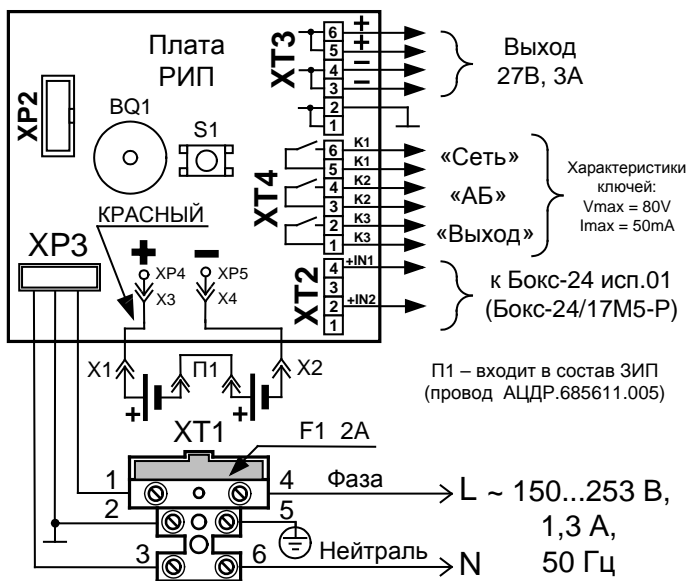

Рис. 2
ВНИМАНИЕ! При подключении внешнего питающего напряжения 220 В к сетевой колодке ХТ1 необходимо соблюдать правильность подключения проводов «фаза» и «нейтраль». Подключение производить в соответствии с Рис. 2. Схема подключения также расположена на внутренней стороне корпуса РИП.
3.2.4 Согласно схеме соединений (рис. 2):
б) изъять из колодки вставку F1 (2 А), подключить сетевые провода к входной колодке (фаза (L) должна быть подключена к ХТ1:4, см. рис. 2);
4.2.3 РИП обеспечивает программирование следующих режимов индикации и сигнализации нажатием на кнопку S1 (при открытой крышке РИП), находящуюся на плате см. рис.2.